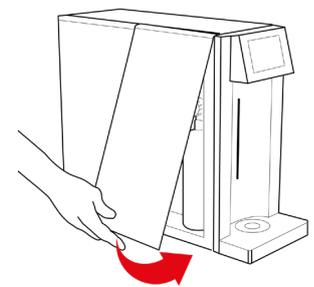

Fig. 2-13
19.4 – Rimontare il pannello laterale in plastica, inserendolo prima nella sede superiore per consentire l'aggancio dello stesso al telaio dell'apparecchio e poi appoggiare la parte inferiore del pannello contro l'apparecchio, vedi Fig. 2-13.